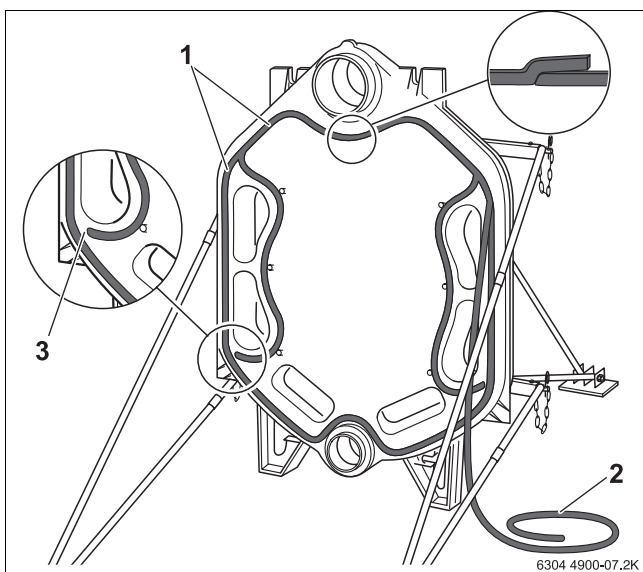
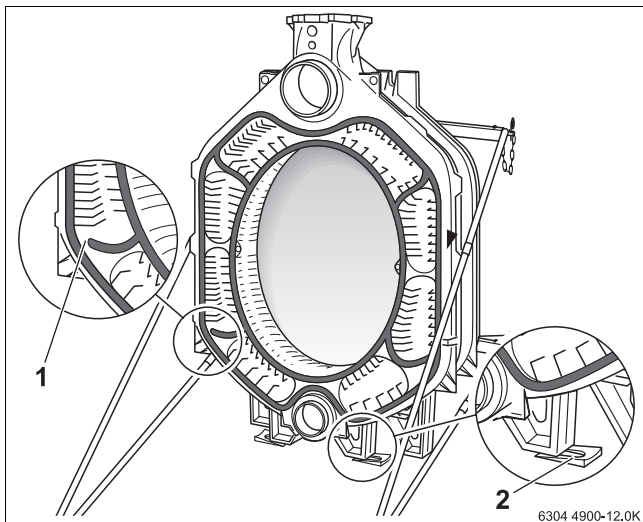

Fig. 12 Inserimento del cordone ermetizzante (cordone KM)
Fig. 17 Utilizzo dei cunei per gli elementi caldaia
- ▶ Non sovrapporre il cordone sulle giunzioni di sinistra e di destra (→ fig. 12, [3]).
La fig. 17 mostra l'elemento intermedio con raccordo di mandata. I nipples per il montaggio dell'elemento intermedio successivo sono inseriti nei relativi mozzi. Nella scanalatura di tenuta è già stato inserito il cordone ermetizzante. Come già mostrato per l'elemento posteriore (→ fig. 12, pag. 14), anche in questo caso il cordone ermetizzante elastico è interrotto. Per facilitare il montaggio, l'elemento caldaia è stato orientato con appositi cunei. I cunei per gli elementi caldaia possono anche essere utilizzati per l'orientamento finale del blocco caldaia completo.
- Allineare verticalmente ed orizzontalmente il blocco caldaia, sul basamento risp. sul supporto antivibrazioni (→ vedi capitolo 4.3.1, pag. 11). A tal fine, utilizzare i cunei per elementi caldaia forniti (→ fig. 17, pag. 16).